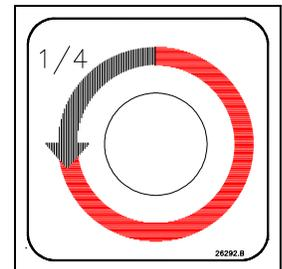

FIGURA 12: DECALQUE DE ROTAÇÃO MANUAL DA BOMBA
- 4) Consulte a **Figura 12**. Gire a alavanca 1/4 DE VOLTA no sentido anti-horário e segure a válvula na posição ABERTA (OPEN) para começar a estender a plataforma. Gire a alavanca no sentido horário para FECHAR (CLOSE) a válvula quando a plataforma alcançar o nível do piso do veículo.